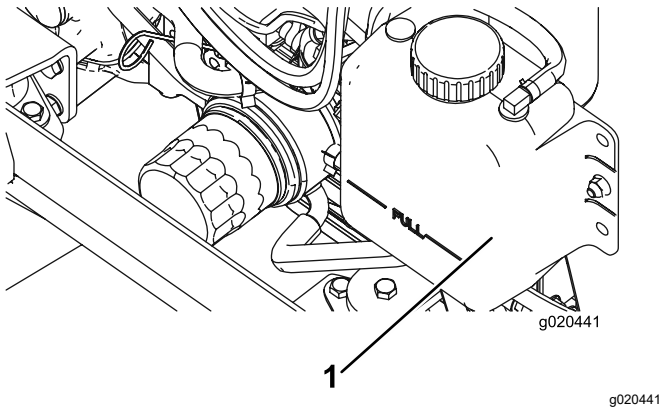

Figure 111
1. Retirez le bouchon du radiateur et le bouchon du vase d'expansion avec précaution (Figure 111).